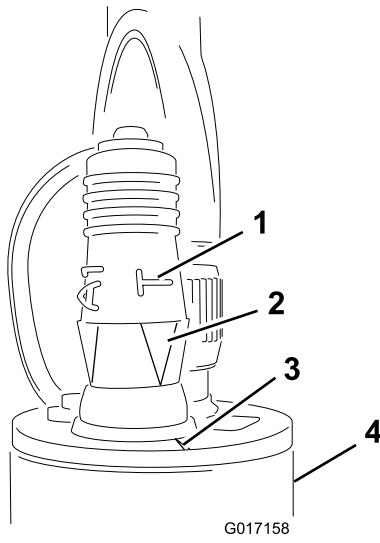

Figura 22
- Instale a tomada de programação no sensor (Figura 22).
Importante: Certifique-se de que alinha a seta inferior por baixo dos “T” laterais no entalhe da extremidade superior do sensor (Figura 22).